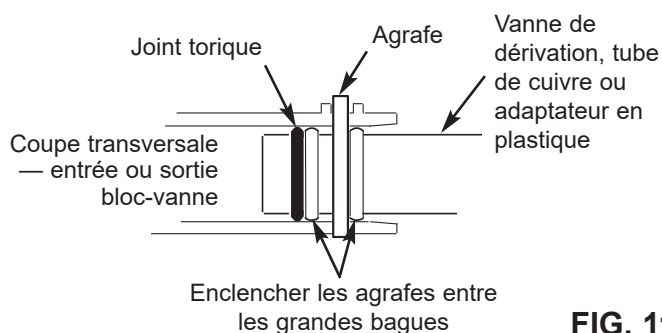

FIG. 11
- Enclenchez les deux grandes agrafes en plastique sur les orifices d'entrée et de sortie, de haut en bas (cf. Figure 11). Vérifiez qu'elles s'enclenchent bien. Tirez la vanne de dérivation, les tubes cuivre/adaptateurs plastique pour s'assurer qu'ils sont bien fixés.